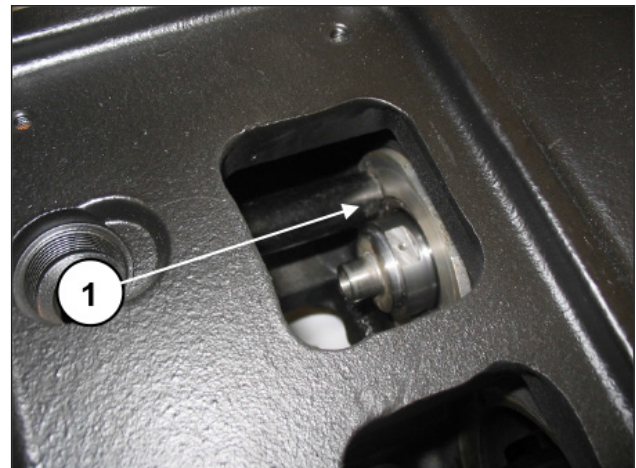
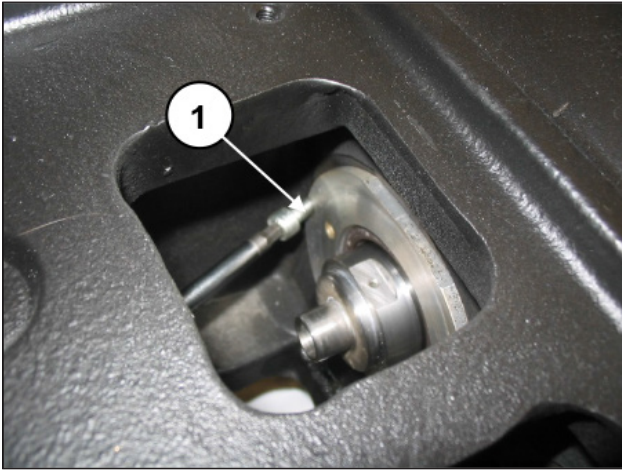

Abb. 119
Abb. 120
Überprüfen Sie den passgerechten Sitz des Deckels (Pos. ①, Abb. 119) und achten Sie darauf, nicht die Dichtlippe des Ölabstreifrings zu beschädigen. Befestigen Sie die Ölabstreifring-Deckel anhand von 2 Schrauben M6x14 (Pos. ①, Abb. 120).